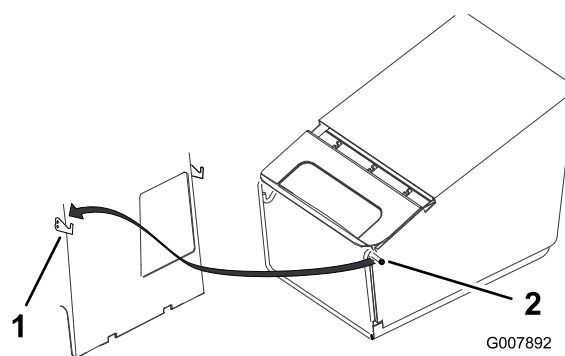

Bild 20
4. Hängen Sie die Fangkorbrahmenstifte in die Haken ein, siehe Bild 20.